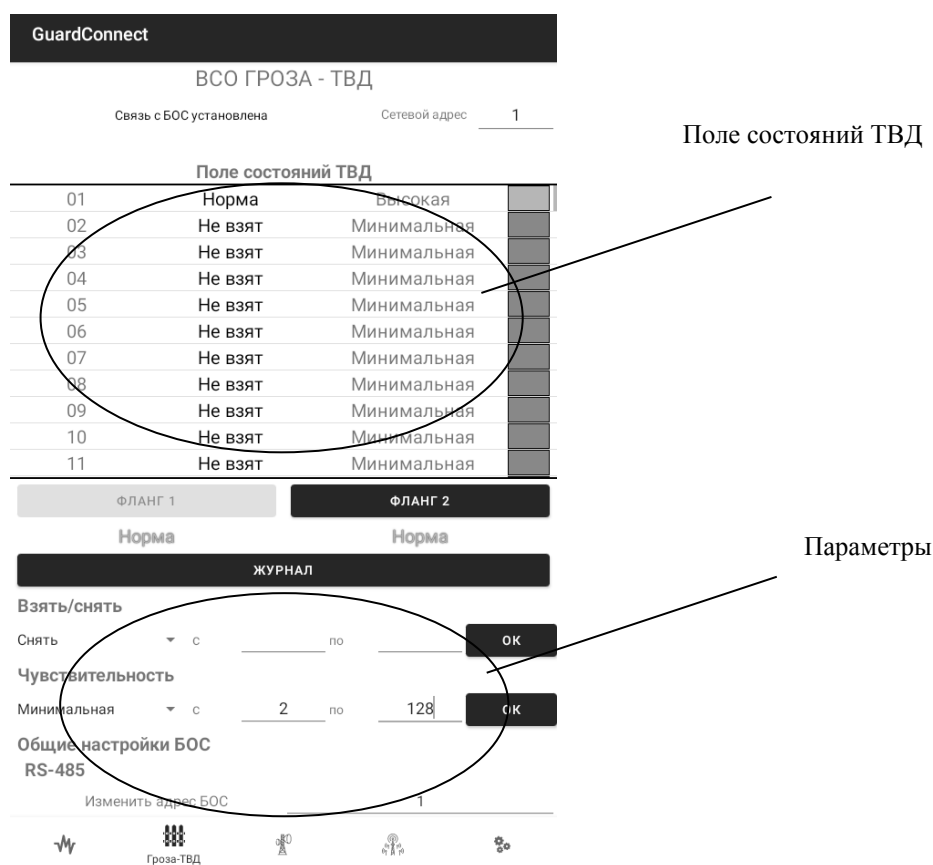

Рис. 8.6. Меню ВСО «ГРОЗА-ТВД»
8.6.3 Общий вид меню и назначение параметров ВСО «ГРОЗА-ТВД» представлены на рис. 8.6 и табл. 8.5.